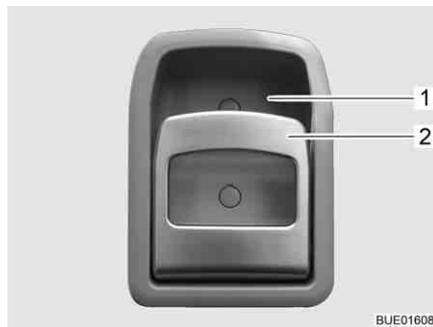

Bild 46 Türschloss Eingangstür, innen
- Am Griff (Bild 46,2) ziehen. Das Türschloss wird entriegelt bzw. geöffnet.
- Griff (Bild 46,2) oben in Richtung Griffschale (Bild 46,1) drücken. Das Türschloss wird verriegelt.